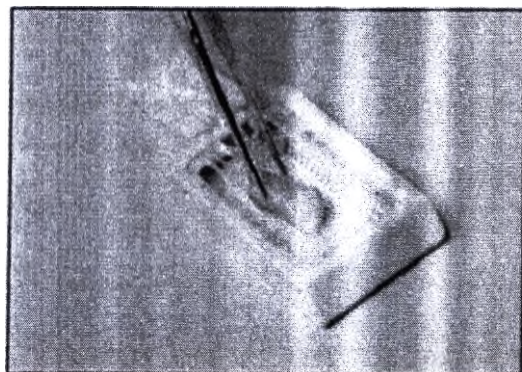

Рисунок 3
1. С помощью щипцов поместите образец ткани в центр кассеты (Рисунок 3).